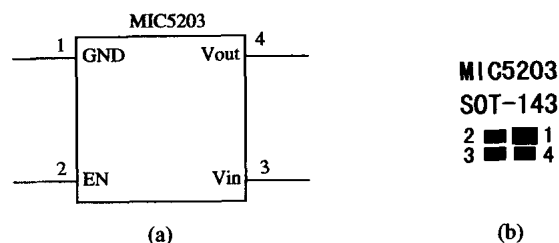

图 1-5 MIC5203 的管脚引线封装外形图
(1) 双列四脚表面贴装外形。图 1-5 所示为 SOT-143 型封装。